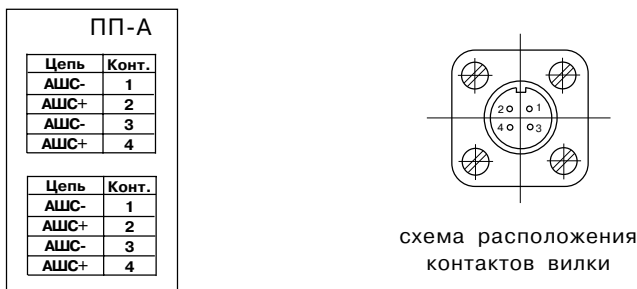

рис. 41 Схема подключения ПП-А
Присоедините концы проводящих проводов к розетке согласно схеме подключения (рис. 41).
- подключите извещатель через розетку и вилку согласно схеме подключения (рис. 41) к адресному шлейфу сигнализации;